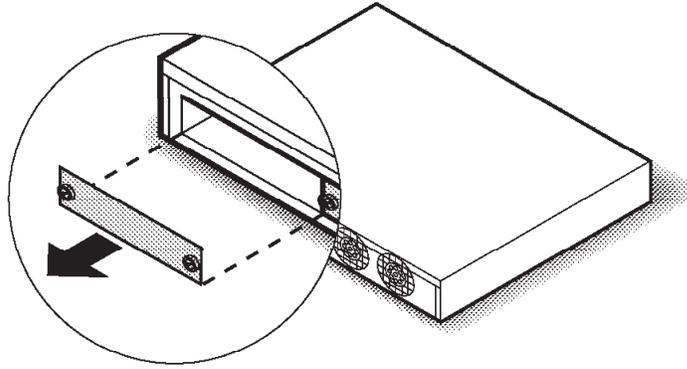

Figura 9. Remoção do Painel de Preenchimento do Módulo de Expansão
- Etapa 2. Remova o módulo de expansão instalado ou a tampa de preenchimento, girando os dois botões no sentido anti-horário, conforme mostrado na Figura 9 na página 12.